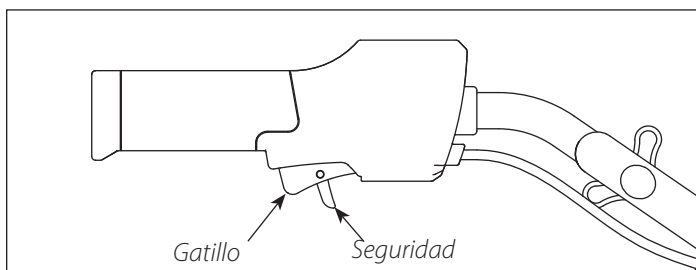

Figura 5
2. Presione la seguridad integrada en el gatillo, y luego apriete el gatillo. Después de un retardo de seguridad de 1/2 segundo, arrancará el cultivador. Este modelo tiene un gatillo de velocidad variable. La velocidad se puede ajustar según la cantidad de presión que aplique el operador al interruptor. **CONSULTE LA FIGURA 5**